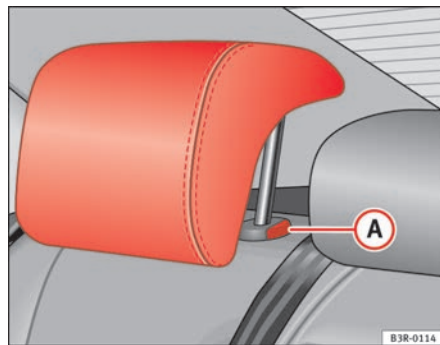

Fig. 111 Sedili posteriori esterni: Poggiatesta
- Premere il pulsante **(A)** ⇒ fig. 111 e abbassare il poggiatesta.
- Premere il tasto **(A)** ⇒ fig. 111 ed estrarre contemporaneamente il poggiatesta.